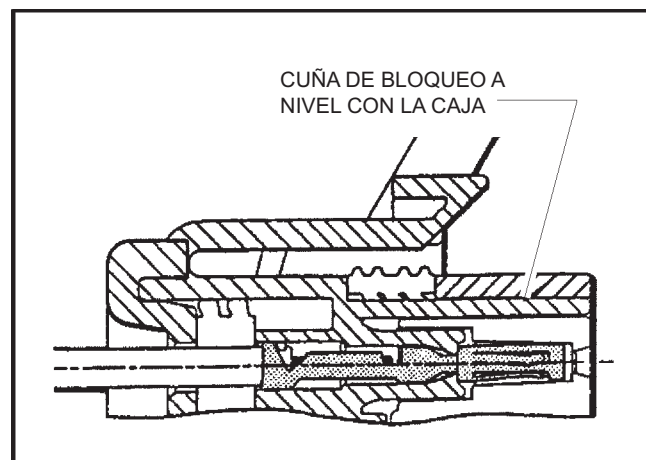

Figura 7-9. Figura 4 de montaje del conector
4. Deslice la cuña de bloqueo hacia la caja hasta que esté al mismo nivel que la caja (Vea Figura 7-9.).